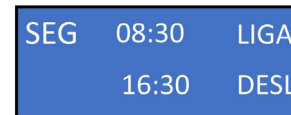

Figura 37
27. Para alterar os horários basta utilizar a tecla “para cima” para acrescentar valor e a tecla “para baixo” para diminuir, quando o valor estiver definido, pressione a tecla “OK” para confirmar e assim sucessivamente, até que todos os horários estejam definidos (Figura 37).